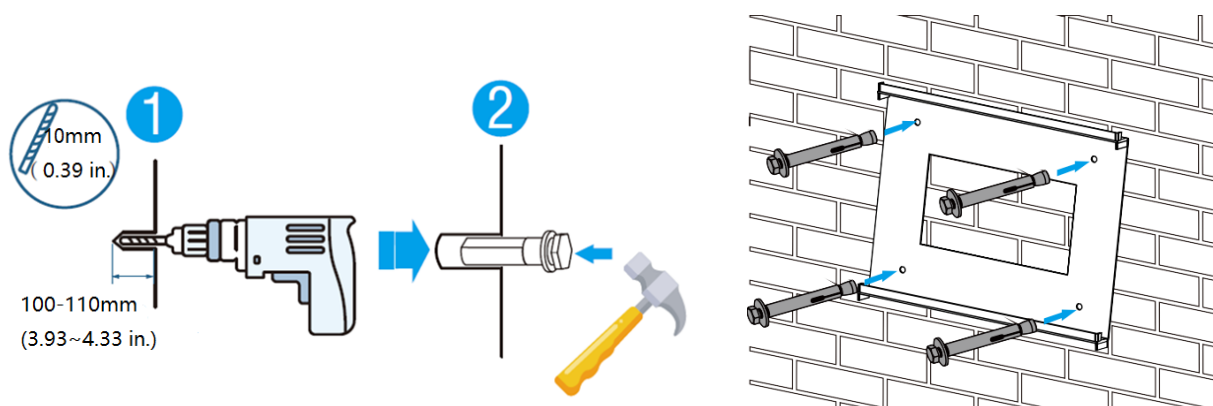
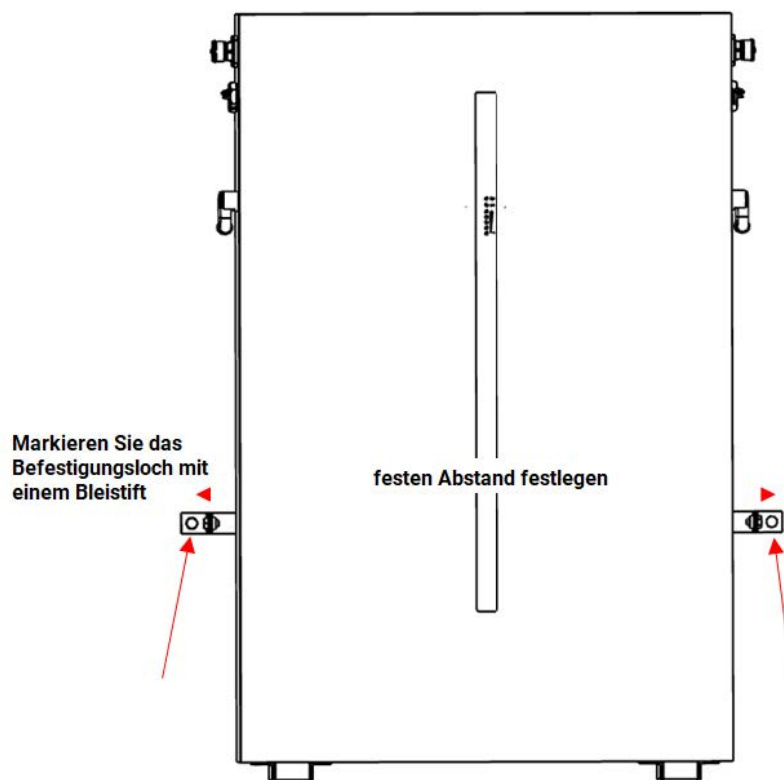

Abbildung 5-2
Figure 5-5
b) Wählen Sie den empfohlenen Bohrkopf (wie in Abbildung 5-2 gezeigt), um 4 Löcher mit einer Tiefe von 100 mm bis 110 mm in die Wand zu bohren.
c) Verwenden Sie einen geeigneten Hammer, um die Aufhängeplatte an der Wand zu befestigen, setzen Sie die Spreizdübel in die Löcher ein, wie in Abbildung 5-2 gezeigt.
b) Stellen Sie die Batterie seitlich an die Wand, markieren Sie die Position des Befestigungslochs, wählen Sie den empfohlenen Bohrkopf (wie im Bild unten gezeigt), um 2 Löcher mit einer Tiefe von 100-110 mm in die Wand zu bohren, wie in Abbildung 5-2 gezeigt und Abbildung 5-5.
wie in Abbildung 5-2 gezeigt.